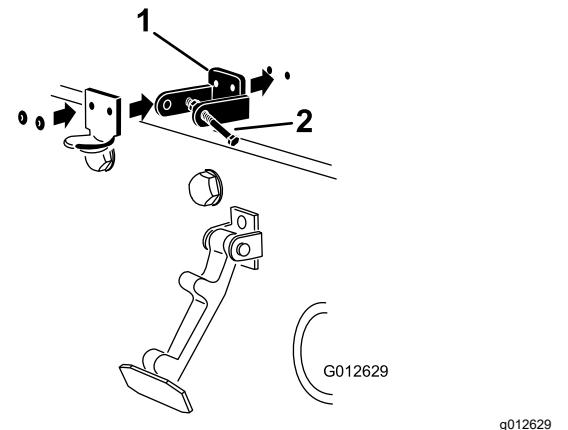

**Bild 5**
2. Entfernen Sie die zwei (2) Nieten, mit denen die Halterung des Motorhaubenriegels an der Motorhaube befestigt ist (Bild 5). Nehmen Sie die Halterung des Motorhaubenriegels von der Motorhaube ab.
3. Fluchten Sie die Befestigungslöcher aus und positionieren Sie gleichzeitig die Halterung des CE-Riegels und des Motorhaubenriegels auf der Motorhaube. Die Riegelhalterung muss an der Haube anliegen (Bild 5). Nehmen Sie die Schraube und Mutter nicht vom Halterungsarm für den Riegel ab.